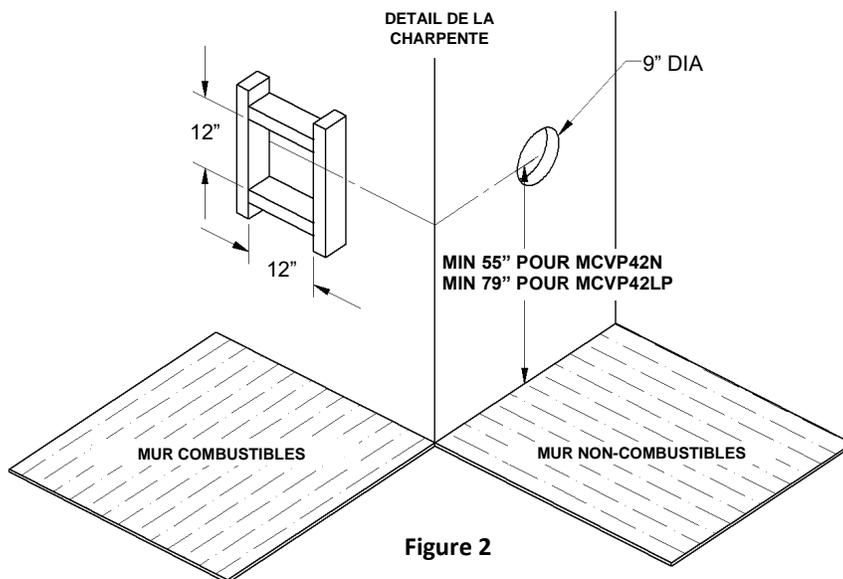

Figure 2
1. Pour déterminer la distance minimale entre le plancher du foyer et le centre de l'évent voir la page Comment encastrer votre foyer. Percez le mur en prévoyant un espace pour un manchon de 12po px12po (diamètre intérieur) pour les murs combustibles et un manchon de 9po de diamètre pour les murs non combustibles. (voir figure 2)
La longueur maximale est de 20p /6.1m lorsque la longueur verticale est de 7pi/2.1m (figure 2) N.B. : **Pour chaque 12po de conduit horizontal il doit y avoir 1/4po de conduit vertical.**